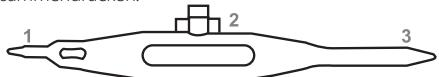

Abbildung 8
5.1.1 Wenn die Nadel nicht eingefahren werden kann, die Spitze 2 des Grifffreigabewerkzeugs (**Abbildung 8**) in die Öffnung auf der rechten Seite des Gehäuses (**Abbildung 9**) einsetzen. Die Spitze 3 sollte zum Retraktionshebel hin zeigen. Das Grifffreigabewerkzeug eingeführt lassen und mit leichtem Fingerdruck um ca. 5 bis 10 Grad drehen und halten und den Retraktionshebel leicht zusammendrücken.
5.2.1 Wenn der monofile Faden ohne Einsetzen des Harnröhrenendstücks abgeschnitten werden soll, die Spitze 3 des Grifffreigabewerkzeugs (**Abbildung 8**) in die Aussparung an der linken Vorderseite des Gehäuses (**Abbildung 10**) einsetzen.
5.2.2 Wenn der Faden in Schritt 5.2.1 nicht vollständig abgeschnitten wird, die Spitze 1 des Grifffreigabewerkzeugs (**Abbildung 8**) in die Aussparung an der linken Vorderseite des Gehäuses einsetzen und das Werkzeug von vorne nach hinten schieben (**Abbildung 10**).